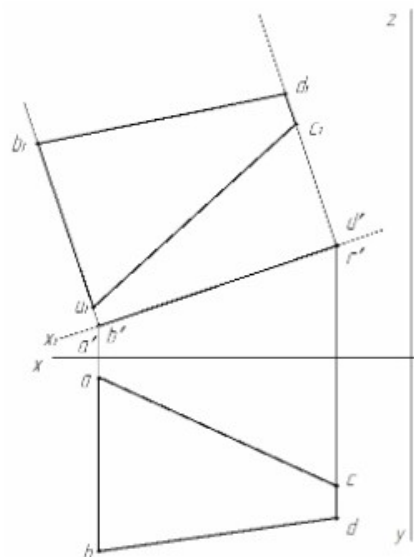

Рисунок 26 – Пример выполнения задания 2
2. Построить комплексный чертеж плоской фигуры на горизонтальной и фронтальной плоскости проекций (пример решения задачи см. рис. 26);